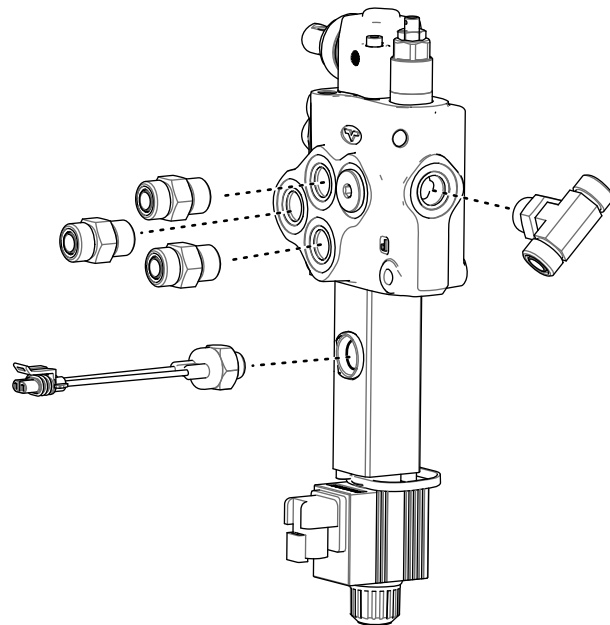

Рисунок 13
4. Установите 3 прямых штуцера в 3 боковых отверстия (Рисунок 13).
6. Затяните тройник от руки, затем установите его концы под углом 45 градусов, как показано на Рисунок 13.
8. Снимите заглушку с боковой части нового вспомогательного клапана и заверните шариковый переключатель в отверстие (Рисунок 13).